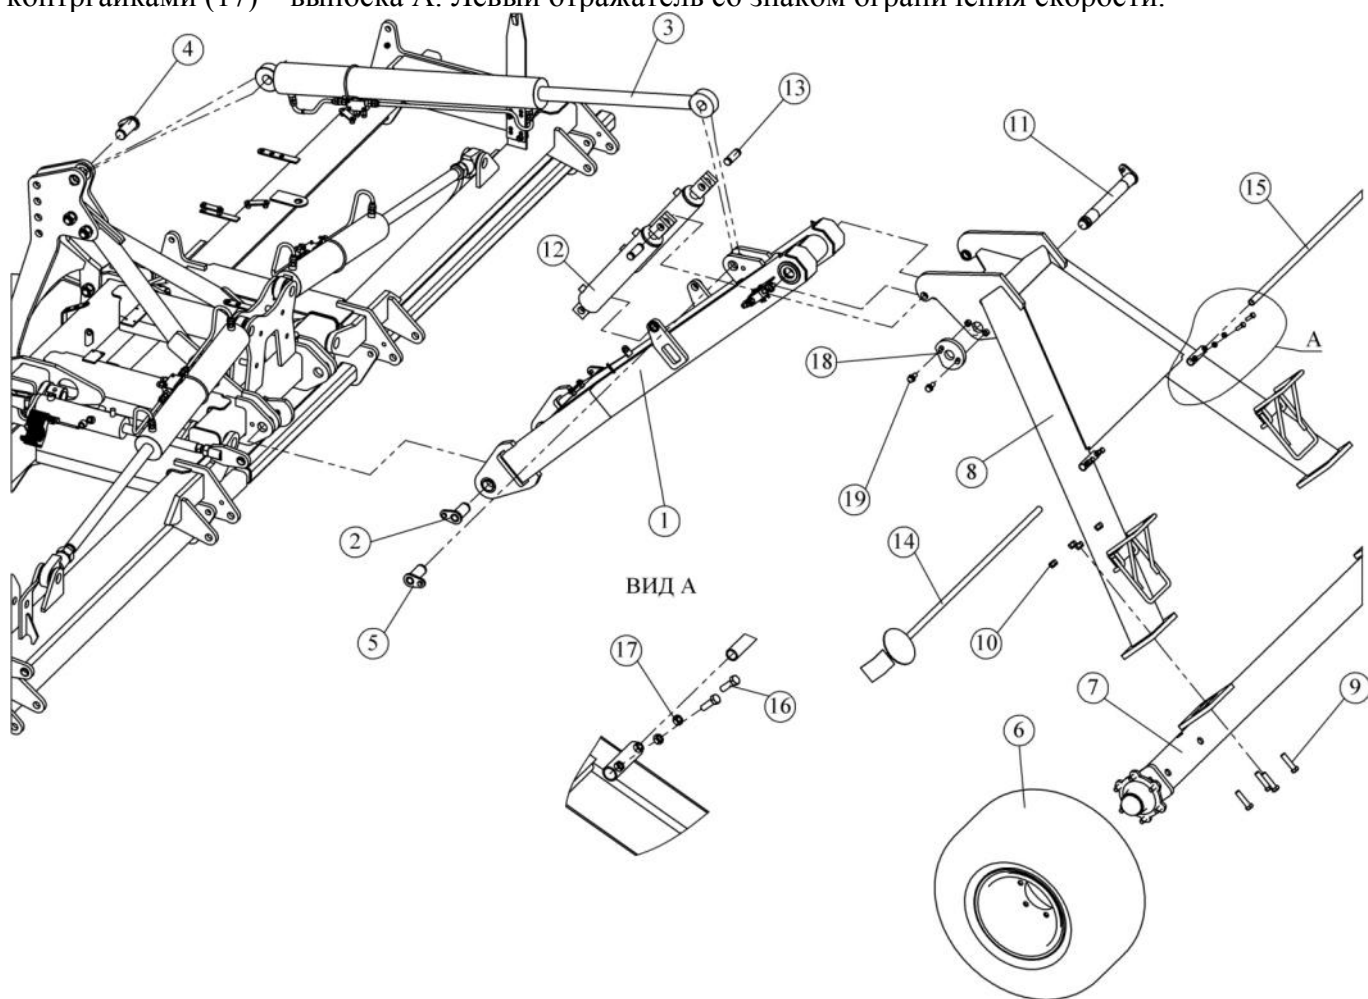

Рис. 4.6. Установка коромысел и транспортных колёс.
4.8. Присоедините к центральной раме: коромысло подъёма (поз. 1, рис. 4.6) при помощи Г-образных пальцев Ø45x91 (2), гидроцилиндр подъёма (3) штоком назад и гидрозамком вниз при помощи пальцев Ø45x109 (4). Открутите гайки трубопроводов от гидроцилиндра (при необходимости ослабьте вторую сторону трубопровода) и соедините между собой гидроцилиндр и коромысло при помощи пальца Ø45x101 (5). Пальцы (2), (4), (5) зафиксируйте при помощи стопорных колец Ø45 с плоскими шайбами Ø45x2.